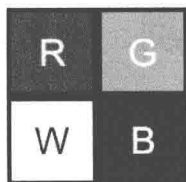

图 3 RGBW 像素示意图
- (1) 子像素的解析度增加 $1/4$;
- (2) 像素的穿透率增加 50%;
- (3) 由于列驱动的 IC 成本比行驱动高, 子像素采用如图 3 所示;
- (4) 采用棋盘式排列的方式, 成本会降低;
- (5) RGBW 的色彩比 RGB 高 $11/16$ 。